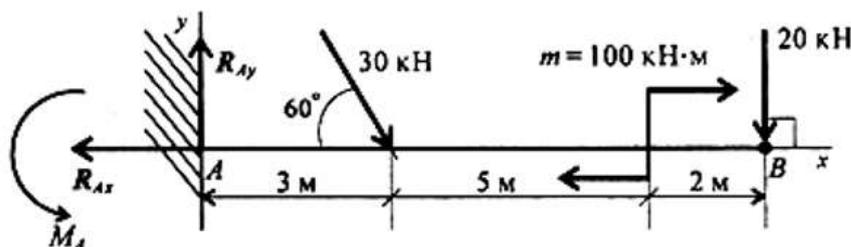

Рисунок 1 – Балка с зашечленным концом
**Пример 1.** Одноопорная (зашемленная) балка нагружена сосредоточенными силами и парой сил (рисунок 1). Определить реакции заделки.